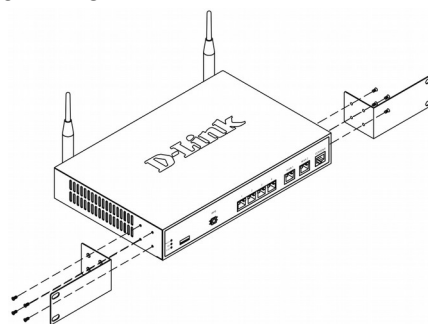

Рис. 3. Прикрепление скоб для установки в стойку
1. Прикрепите скобы к боковым сторонам шасси, как показано на рис.3, и закрепите их с помощью винтов.